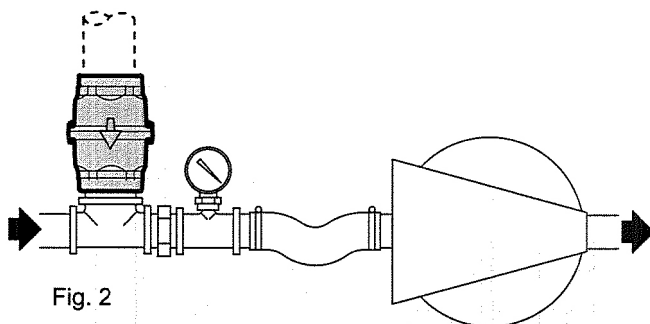

Fig. 2
- Position valve on the suction by-pass and connect a vacuum gage as close as possible to the exhauster inlet (Fig. 2).
- Instalar el muelle adecuado en la base del obturador ref.165.
- Comprimir el/los muelle/s y enroscar veinte vueltas como minimo el disco guía ref.433 en el vastago ref.434.
- Poner la cubierta ref.107 en el cuerpo ref.106 introduciendo
- para G2" : la guía de desplazamiento en el orificio del disco guía ref.433.
- para G3" y G4" : la guía ref.562 en el orificio del disco guía ref.433.
- Atornillar los tornillos ref.903 en las tuercas ref.903.1.
- Colocar la válvula en by-pass en la aspiración y conectar tan cerca como sea posible un vacuometro en la entrada del aspirador (ver Fig. 2).
- Desenroscar la contratuerca ref.923.
- Rebajar la tensión del muelle desenroscando, con la llave allen, el esparrago superior ref.904.1
- Ajustar atornillando el esparrago superior ref.904.1 hasta alcanzar el nivel de vacío deseado.
- Enroscar la contratuerca ref.923 hasta bloquearla con el cuerpo ref.106, sin mover el esparrago superior ref.904.1.